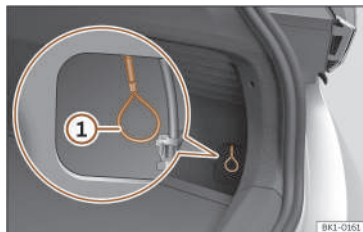

Fig. 57 Dietro la copertura: sblocco di emergenza del connettore di carica.
- Afferrare il laccio per lo sblocco manuale di emergenza >>> **fig. 57 ①**. Il connettore di ricarica può essere rimosso >>> .